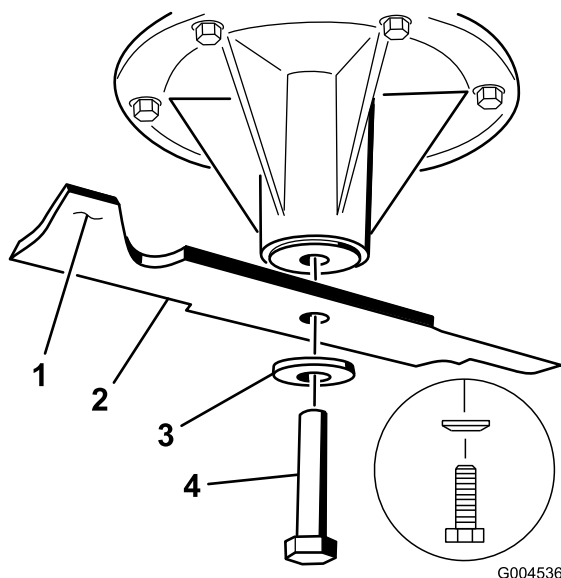
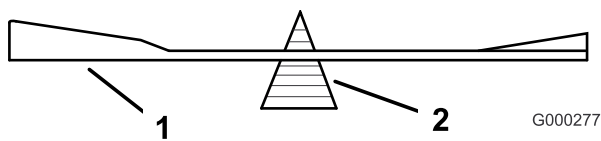

Figure 65
Figure 68
2. Pour les tabliers de coupe de 40 et 48 pouces, enlevez le boulon de lame, la rondelle bombée et la lame de l'axe de pivot (Figure 65).
2. Vérifiez l'équilibre de la lame en la plaçant sur un équilibreur (Figure 68). Si la lame reste horizontale, elle est équilibrée et peut être utilisée. Si la lame est déséquilibrée, limez un peu l'extrémité de la partie relevée seulement (Figure 65). Répétez cette procédure jusqu'à ce que la lame soit équilibrée.
1. Placez la lame sur l'axe (Figure 65).
Important: Pour obtenir une coupe correcte, la partie relevée de la lame doit être tournée vers le haut et dirigée vers l'intérieur du tablier de coupe (Figure 65).
2. Sur les tabliers de coupe de 40 et 48 pouces, montez la lame, la rondelle bombée et le boulon de lame (Figure 65).